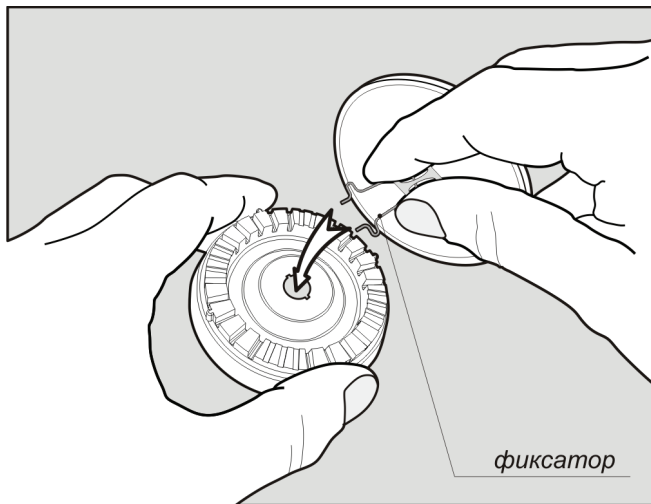

Рис.2
- установить фиксатор на крышку горелки (рис. 2);
- сжав фиксатор, установить крышку горелки на смеситель (рис. 2);